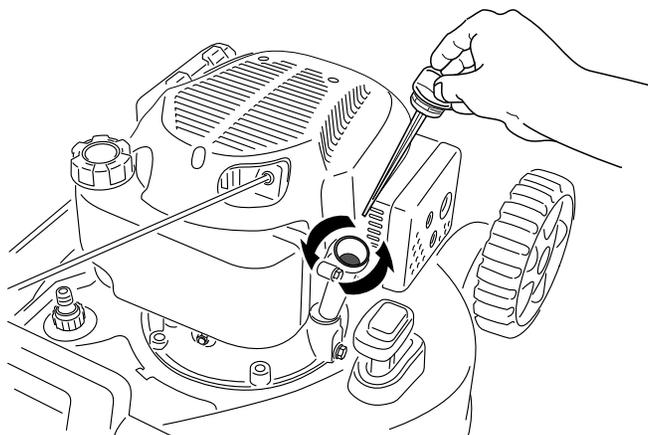

Рисунок 24
3. Извлеките масломерный щуп, повернув крышку против часовой стрелки и вытянув его (Рисунок 24).
4. Для слива отработанного масла через маслозаливную горловину переверните машину набок (чтобы воздушный фильтр был сверху) (Рисунок 24).